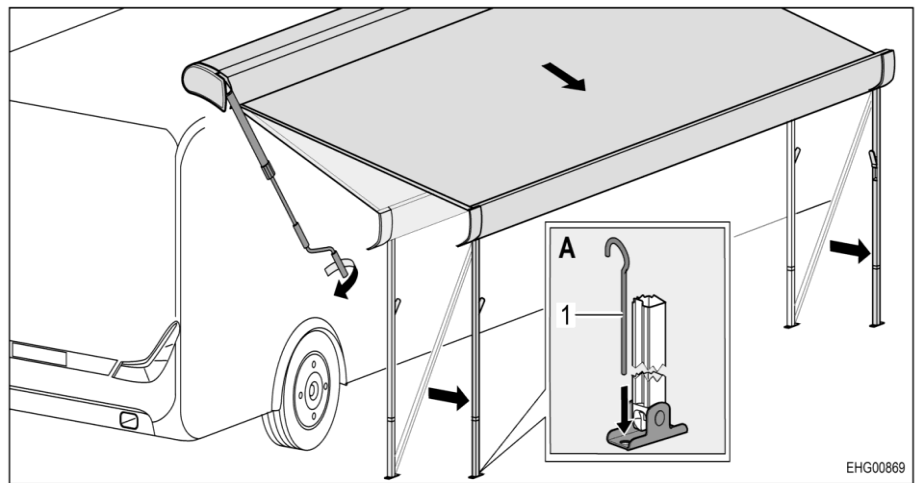

Fig. 47 Mover el toldillo a la posición final
- Fijar los pies de apoyo en el suelo usando piquetas (Fig. 47,1) (Fig. 47,A).